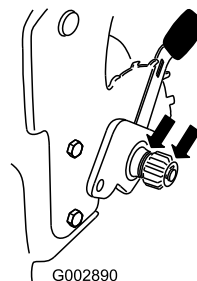

Bild 42
2. Schmieren Sie das Getriebe innen und außen mit Öl ein (siehe Bild 42).